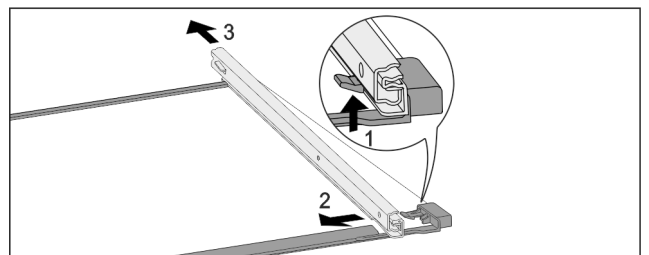

Fig. 65 Стеклянная пластина с направляющими
- ▶ Отожмите передний стопорный крючок вверх. Fig. 65 (1)
- ▶ Сдвиньте выдвижную направляющую в сторону Fig. 65 (2) и назад Fig. 65 (3).